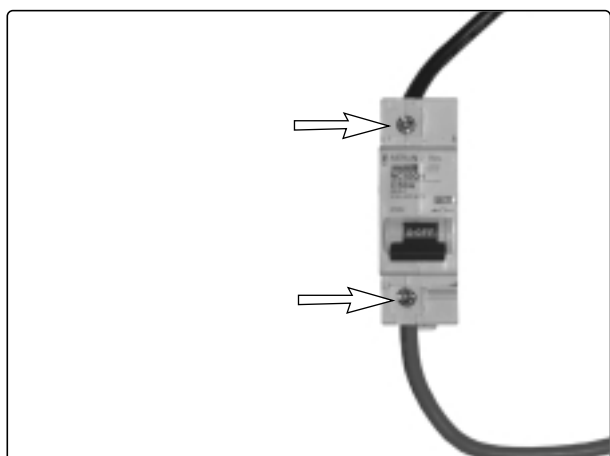

Abb. 48. Anschlüsse Hauptsicherung
5. Nehmen Sie die Kabel von der Hauptsicherung ab, indem sie die Schrauben lösen, siehe Abb. 48.